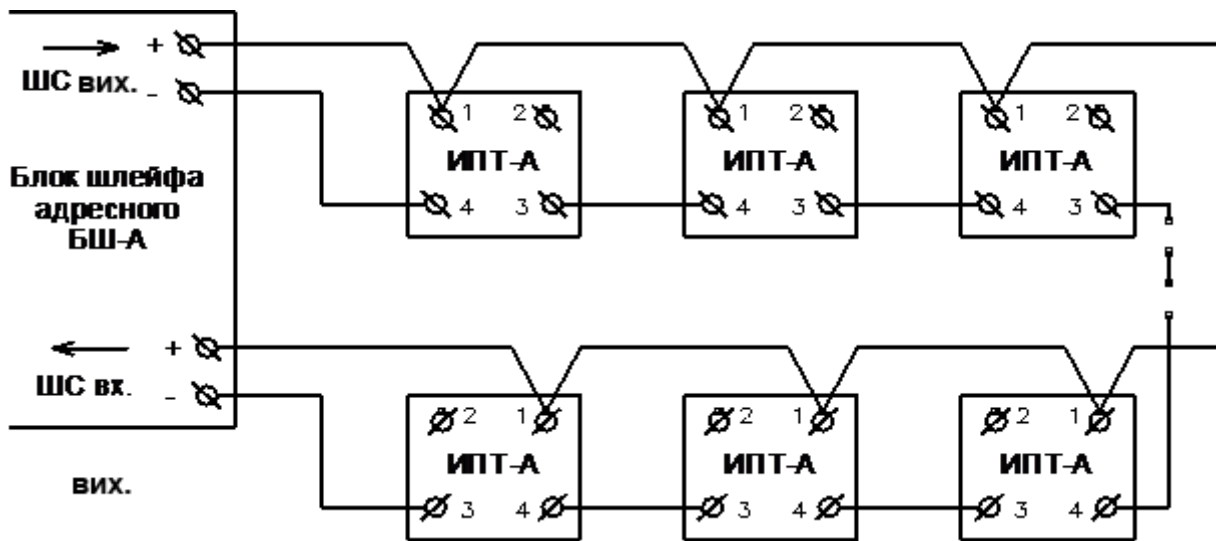
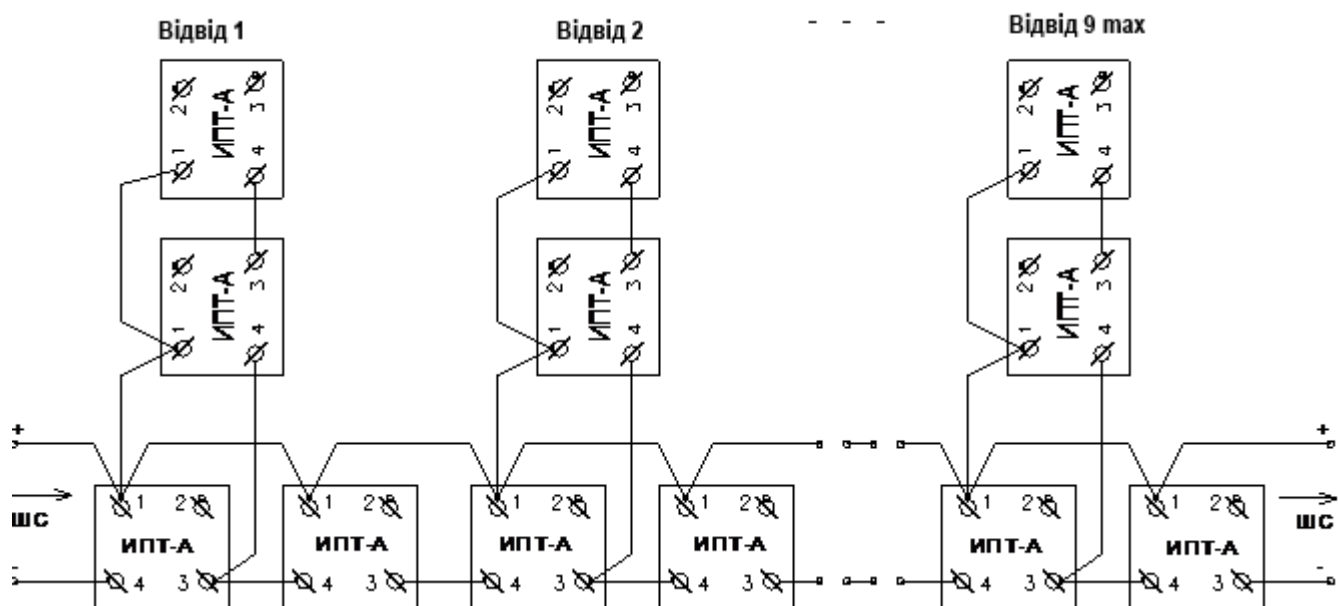

Рис. 4. Схема підключення сповіщувачів
Рис. 5. Схема підключення сповіщувачів з відводами.
- підключити шлейф сигналізації до відповідних контактів розетки, дотримуючись напрямку ШС згідно зі схемою рис. 4 та рис. 5.